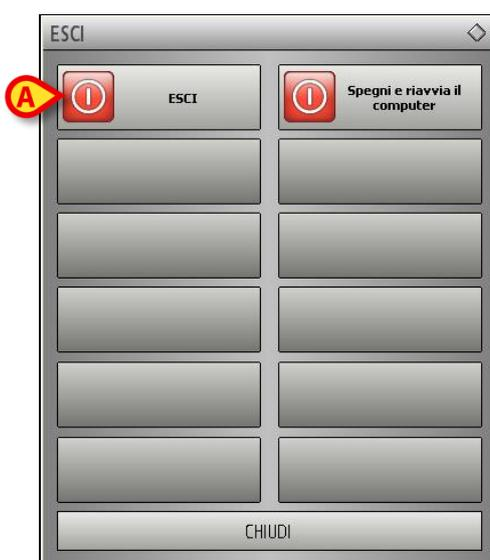

Fig 46
- Cliccare il pulsante **Esci** (Fig 45 A). Apparirà un altro menu (Fig 46).
- Cliccare di nuovo il pulsante **Esci** sul nuovo menu (Fig 46 A).